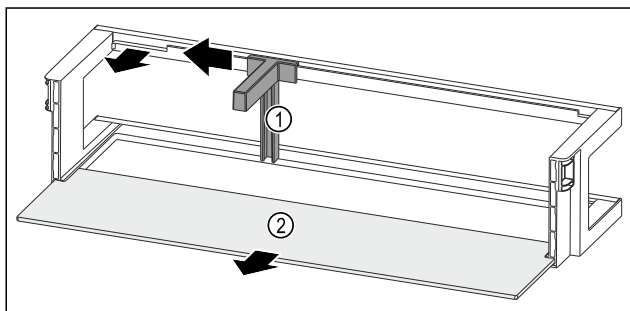

Fig. 93 带瓶托和搁板的门边存放架
- 将瓶托 Fig. 93 (1)推至槽边。
- 取出瓶托 Fig. 93 (1)。
- 取出搁板 Fig. 93 (2)。